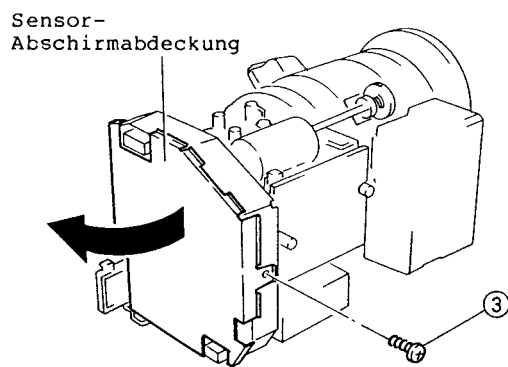

Abb. 2-28
5. Zwei (2) Befestigungsschrauben der Sensor-Leiterplatte entfernen (siehe Abb. 2-28).